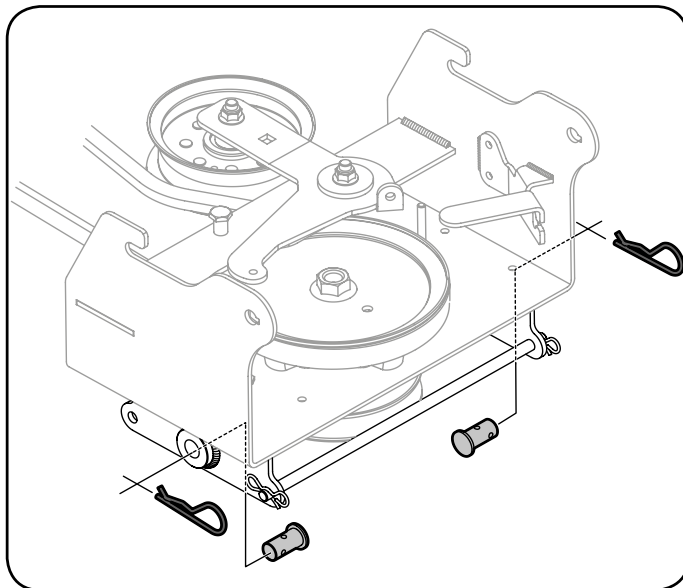

Рисунок 3-3
1. Снимите установленные на узле каретки пружинные шплинты и штифты с головкой. Сохраните шплинты и штифты, так как они будут использоваться при креплении компонентов на следующих этапах (см. рис. 3-3).